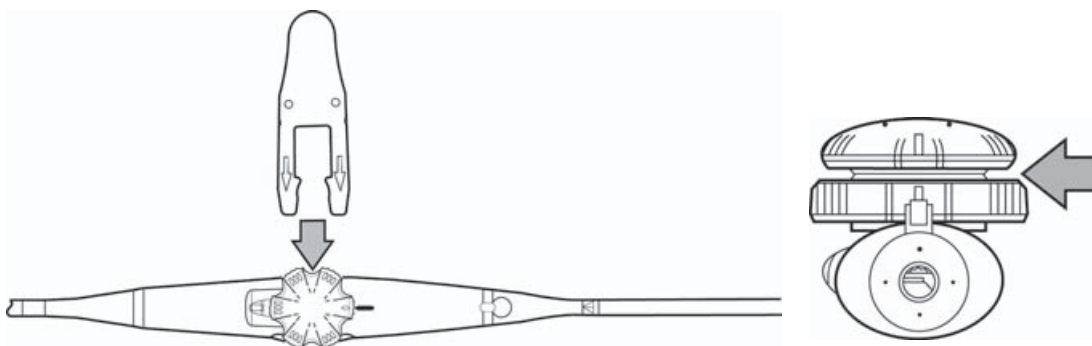

Figura 5 Inserção da ferramenta de teste de perfuração.
- 1 Insira a ferramenta de teste de perfuração sob o controlador do plano de varredura conforme mostrado na **Figura 5**. A ferramenta de teste de perfuração acompanha o transdutor TEEp e o TEExi.